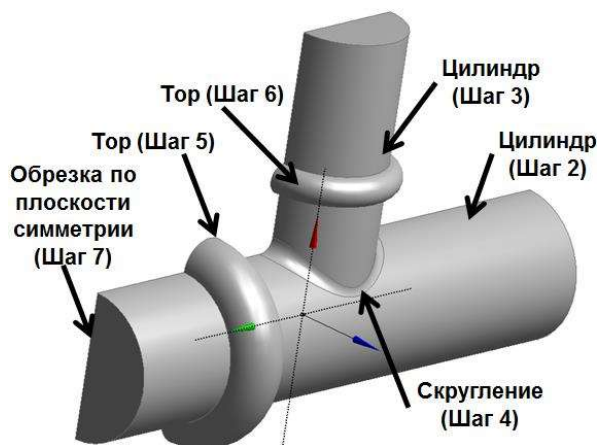

Рис. 3.1 – Создание геометрической модели
Шаг 2. Создаём цилиндр (рис. 3.1):
Шаг 6. Аналогично создаём второй тор на вертикальном подводе. Для создания объёма тора необходимо указать (рис. 3.1):
Шаг 7. Использование свойства симметрии модели для уменьшения времени расчёта. В окне свойств операции указывается плоскость симметрии детали (YZ) (рис. 3.1):